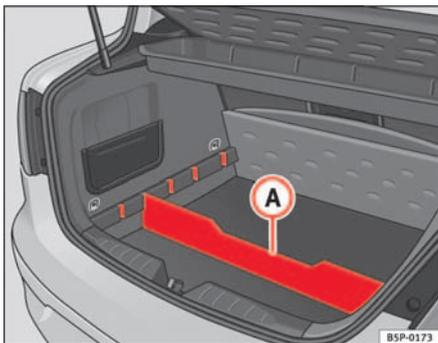

Fig. 104 Separatore del pavimento del vano portabagagli
- Collocare il separatore **A** ⇒ fig. 104, nelle fessure laterali, a seconda delle dimensioni degli oggetti da trasportare. Sotto al vano portaoggetti si trovano gli attrezzi di bordo e la ruota di scorta.